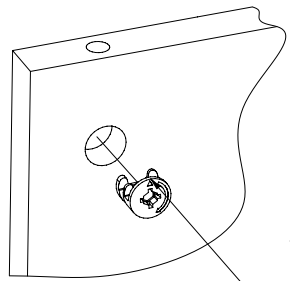

Рис. 2
2. Вставьте головки минификсов в детали 2, 3, 4, 6, 7, 8, 9 (Рис. 2).